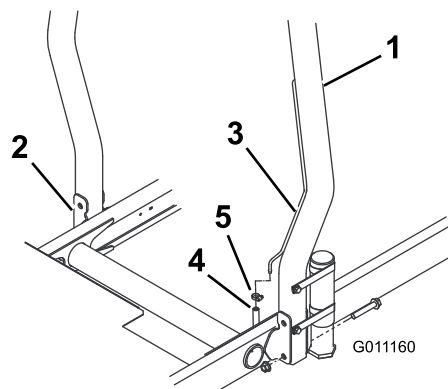

Figure 6
1. Abaissez l'arceau de sécurité sur les supports de montage du groupe de déplacement en alignant les trous de montage. Le tube d'évent de l'arceau de sécurité doit être placé du côté gauche de la machine (Figure 6).
- Fixez chaque côté de l'arceau de sécurité aux supports de montage avec 2 boulons à embase et 2 contre-écrous (Figure 6). Serrez les fixations à 81 N·m.